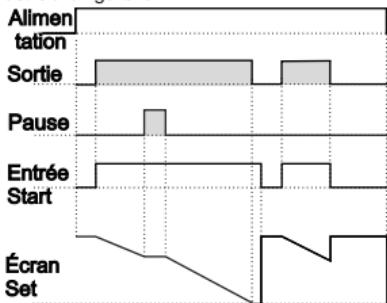

Figure 3.1
3.1.1 Si le décomptage est **Decr** = 1 et que **outF** est **on**, le schéma de commande sera celui illustré à la figure 3.1